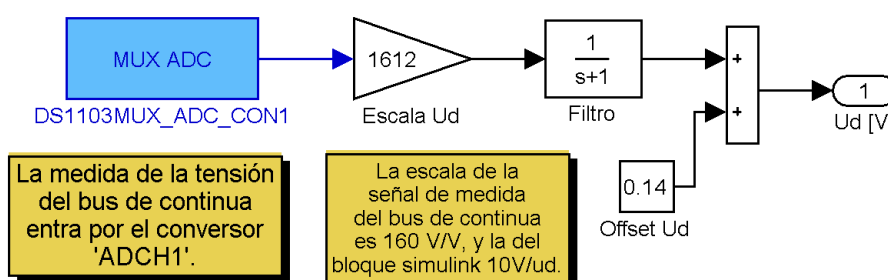

**Fig. 16** Medida de corrientes del motor asíncrono
**Bloque “Medida de intensidades con sensores Lem”, ver Fig. 16**